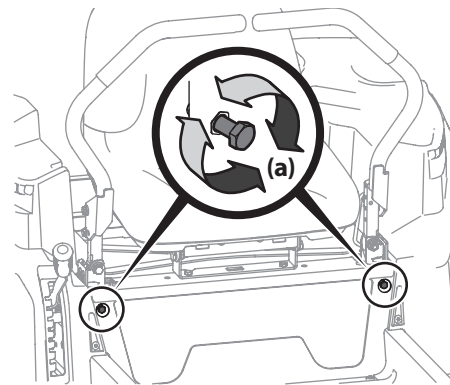

Figure 4-9
2. Repérez les boulons de réglage (a) des barres de conduite à l'avant du châssis du siège. Voir Figure 4-9.